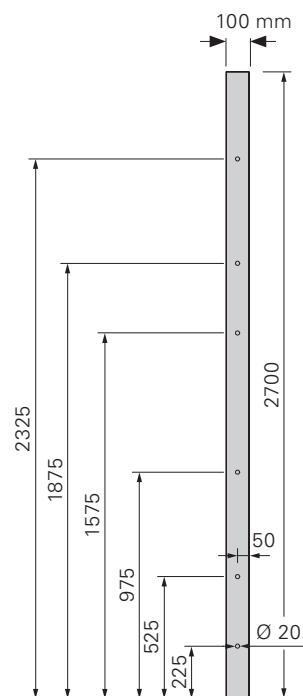

Fig. A3.06c
1. Percer 6 trous de $\varnothing 20$ mm dans une cale bois d'une largeur maxi de 5 cm. Respecter strictement le plan de perçage (fig. A3.06c) pour pouvoir insérer la tige de connexion DUO (22).